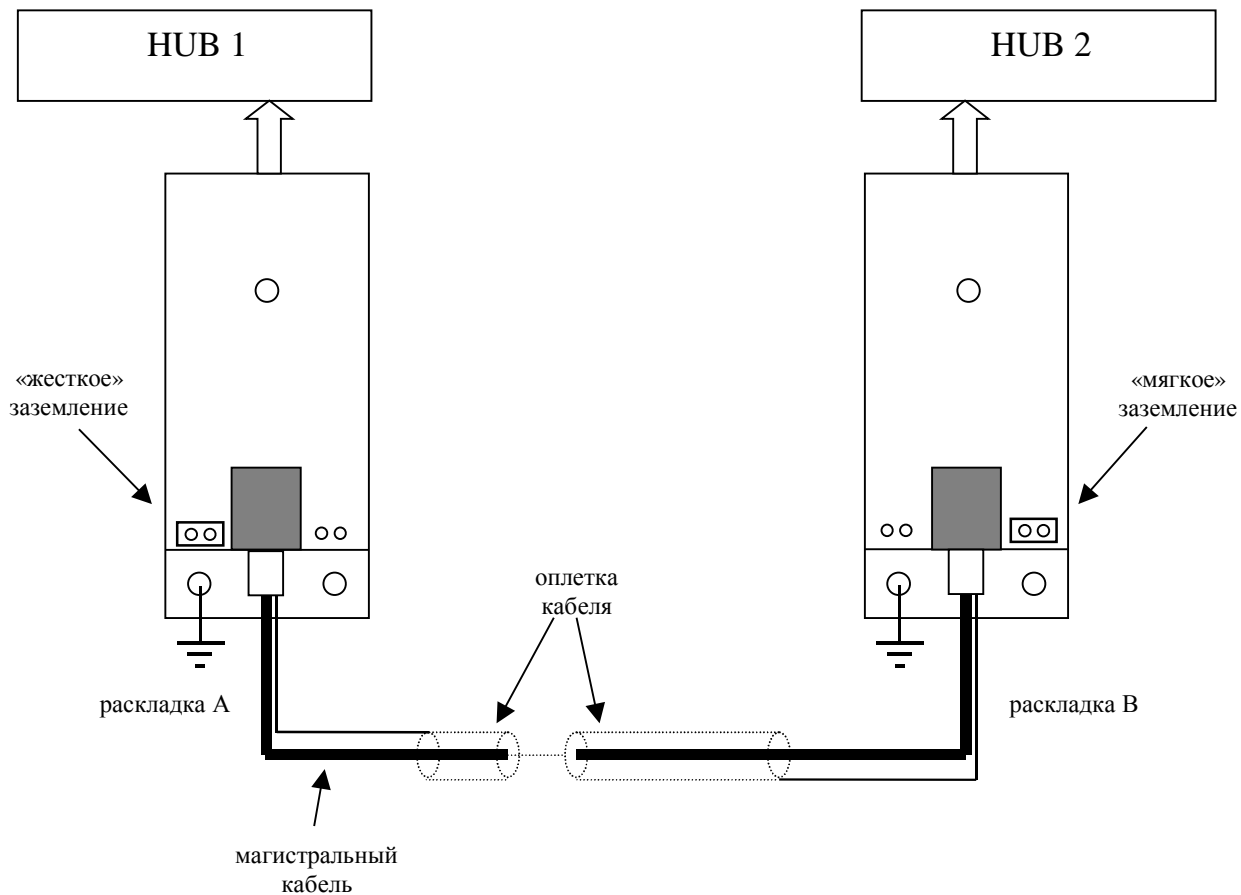

рис.6
3. Наружную проводку необходимо выполнять экранированным кабелем. При этом один конец оплетки кабеля заземляется жестко (установлена перемычка JP1), а на втором конце используется «мягкое» заземление (установлена перемычка JP2). Если в кабеле остаются незадействованные проводники (обычно это бывает при использовании 4-х парного кабеля FTP или SFTP), ни в коем случае нельзя оставлять их никуда не подключенными, поэтому они заземляются вместе с оплеткой. Вариант подключения проводов при магистральной прокладке показан на рис. 6.